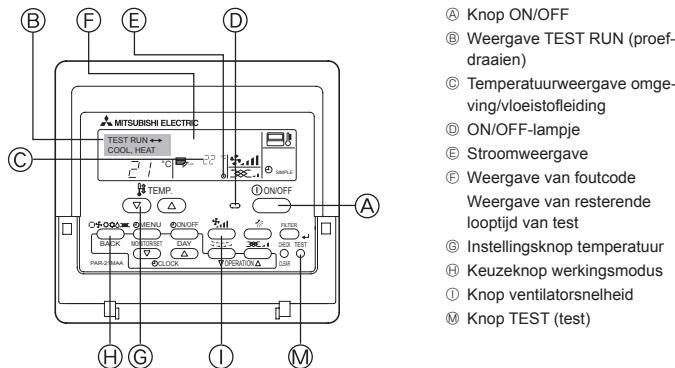

Fig. 6-1
6.2.1. Afstandsbediening met draad (Fig. 6-1)